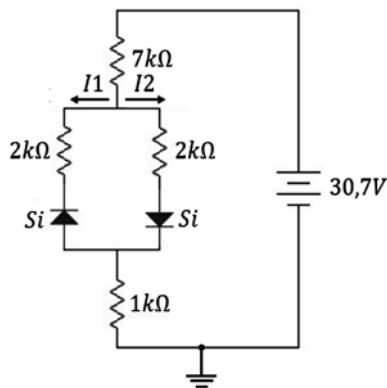

Figura 2.46 Circuito DC con diodos. Fuente: Elaboración propia
j) Hallar I_1 e I_2 en la figura 2.46.